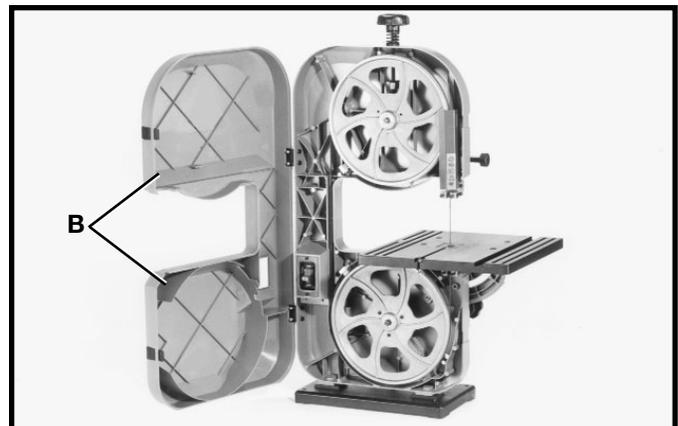

Fig. 18
3. La figure 18 illustre le carter (B) en position ouverte.